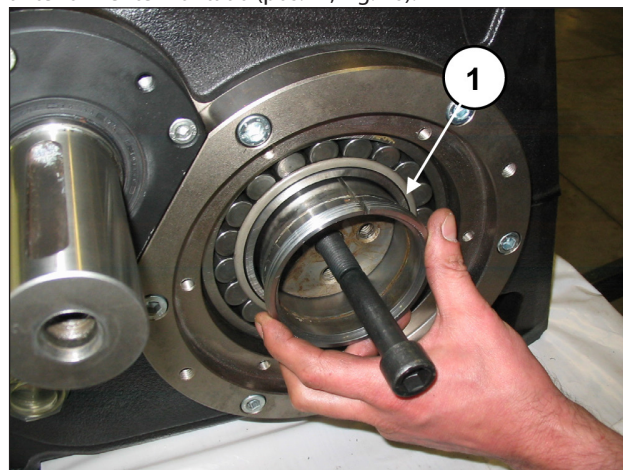

Fig. 76
Insira parcialmente os dois casquilhos de pressão, mantendo o eixo de manivela elevado, mediante o pino M16 anteriormente montado (pos. ①, Fig. 76).